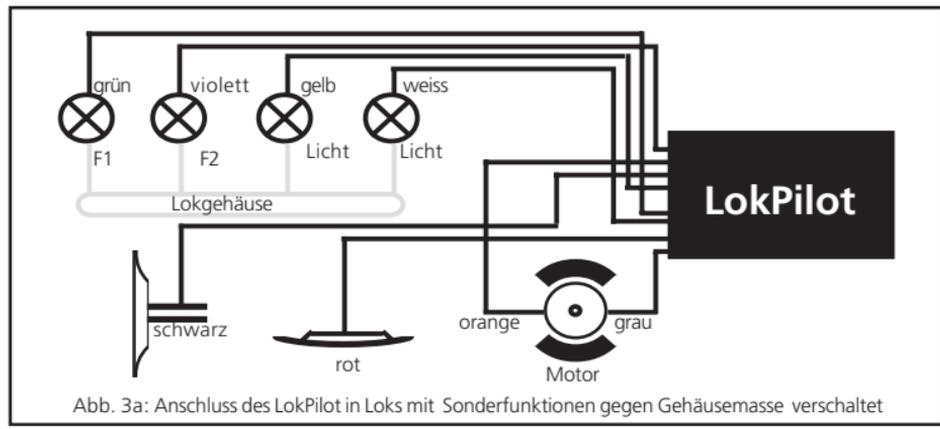

Abb. 3a: Anschluss des LokPilot in Loks mit Sonderfunktionen gegen Gehäusemasse verschaltet
- Die Lampen/Funktionen sind gemeinsam gegen die Lokmasse geschaltet (z.B. fast alle Märklin®-Lokomotiven sowie ältere Fleischmann®- oder ROCO®-Loks). Diesen Fall zeigt Abb.3a.